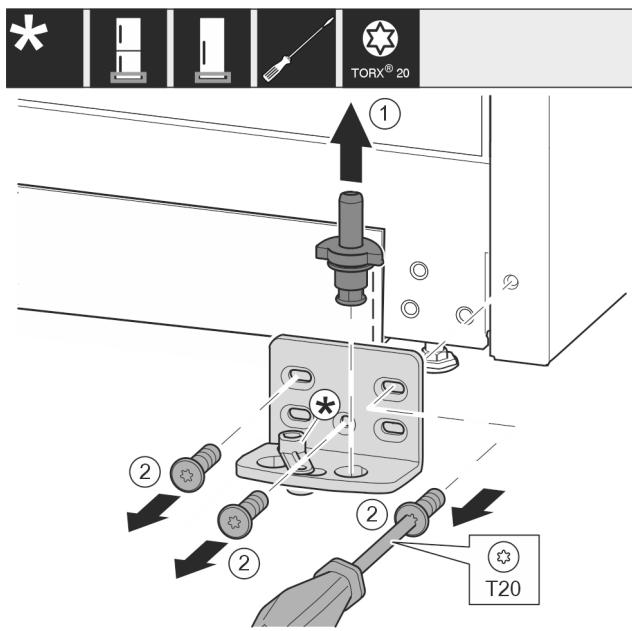

Fig. 25
- ▶ 将轴承螺栓 Fig. 25 (1)完全向上拉出。
- ▶ 将螺钉 Fig. 25 (2)用螺丝刀旋开并取下托架。